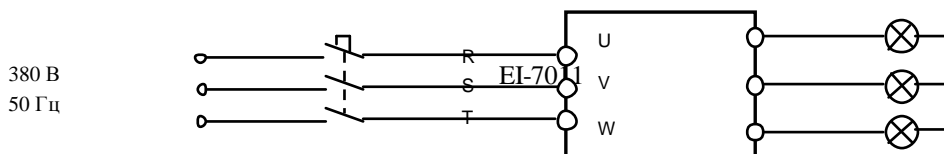

Рис. 4.27. Подключение к ПЧ ламп накаливания
4.16.1. Подключить три лампы к выходным клеммам U, V, W преобразователя частоты. Подать питание ~380 В 3Ф (рис. 4.27).